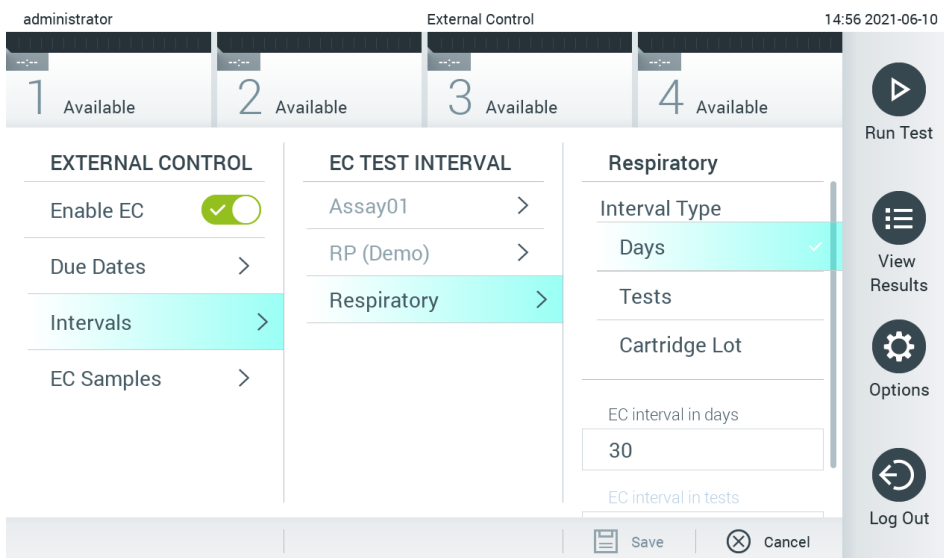

Figura 52. Ecrã External Control Intervals (Intervalos de controlo externo).
4. Selecione **Intervals** (Intervalos) e, em seguida, um ensaio da lista para configurar o intervalo a seguir. É apresentado um lembrete para lembrar aos utilizadores de que é necessário realizar um teste de controlo externo para o ensaio selecionado, se o intervalo tiver passado (Figura 52).